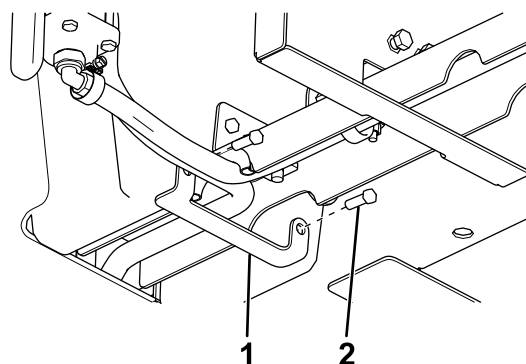

Figure 37
9. Pour les épandeurs Forge 2.0, passez à l'opération 11. Pour les épandeurs VBX, fixez le support de maintien de flexible a pied de l'épandeur à l'aide de 2 tire-fond (5/16 po), comme montré à la Figure 37.